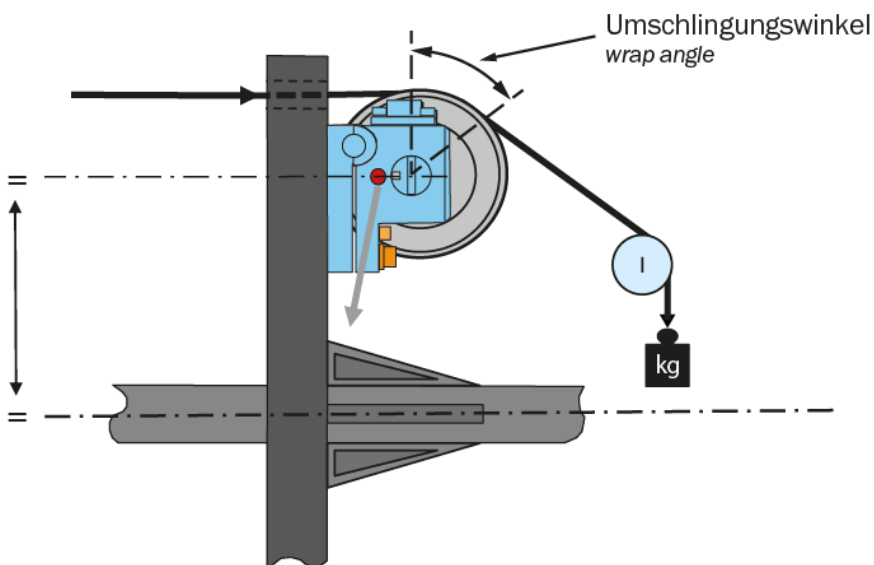

Bild 12: Kalibrierung der Messrolle
Mit der Kalibrierung stimmt man die Verstärkereinheit mit den Kraftmessrollen ab. Man bestimmt den Verstärkungsfaktor. Nach der Kalibrierung entspricht die angezeigte Kraft der effektiv auf das Material wirkenden Kraft. Es sind zwei Kalibrierungsverfahren möglich; ein rechnerisches Verfahren und die Kalibrierung mit einer definierten Gewichtskraft. Das Kalibrierungsverfahren mit einem an ein Seil montiertes Gewicht ist einfach und liefert genauere Resultate weil es den Materialverlauf nachbildet und den tatsächlichen Gegebenheiten in der Maschine Rechnung trägt (siehe **Bild 12**). Falls der Materialzug in der Maschine nicht mit dem Gewichtsverfahren nachgebildet werden kann (z.B. aus Platzgründen), kann die Verstärkung wahlweise mit dem „FMS-Calculator“ berechnet und in dem Parameter „Verstärkung“ eingegeben werden. Der FMS-Calculator kann von der FMS Webseite heruntergeladen werden.
1. Materialzug durch die Gewichtskraft „G“ an Kraftmessrolle anlegen. Es ist wichtig, dass der tatsächliche Materialverlauf in der Maschine nachgebildet wird (siehe **Bild 12**).